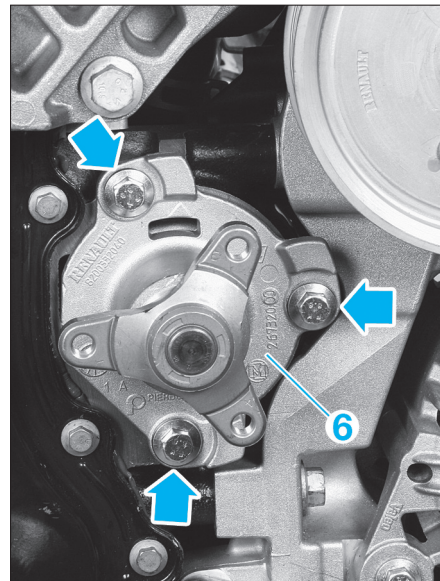

FIG. 18
- Déposer la pompe à eau (6) (fig. 18).